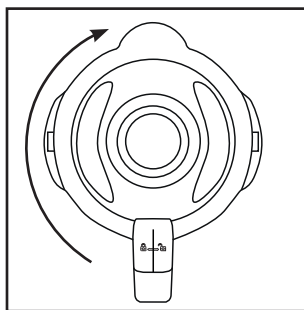

Fig. 2
- 4) Sæt låget **2** forskudt på blenderkanden **3** igen. Luk låget **2** ved at dreje det med uret til position ↶, indtil det klikker hørbart på plads (se fig. 2). Sørg for, at hældetuden på blenderkanden **3** er lukket. Motoren kan kun startes, hvis låget **2** slutter helt til.